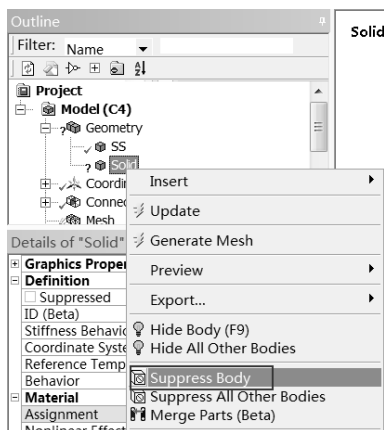

图 17-81 几何抑制
Step5：右击 Solid 选项，在弹出的如图 17-81 所示的快捷菜单中选择 Suppress Body 命令。